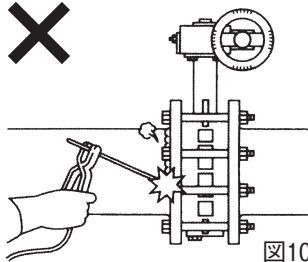

図10
- ⊘** R. バルブを取り付けてからのフランジ溶接は絶対に避けてください。ゴムシートリングが損傷します。(図10)